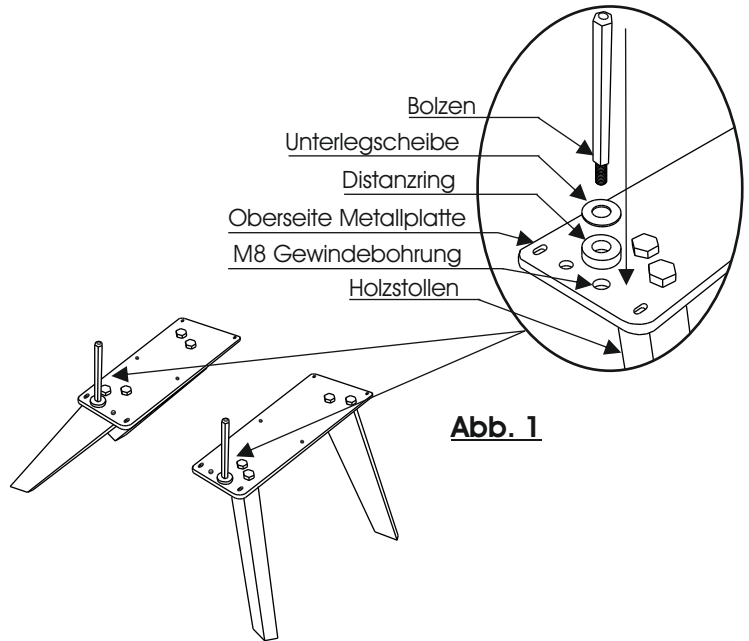

Abb. 1
2. Drehen Sie, wie in Abbildung 1 dargestellt, die Bolzen auf der Oberseite der Metallplatte in das M8 Gewinde ein. Legen Sie zwischen Bolzen und Metallplatte je eine Unterlegscheibe und einen Distanzring.